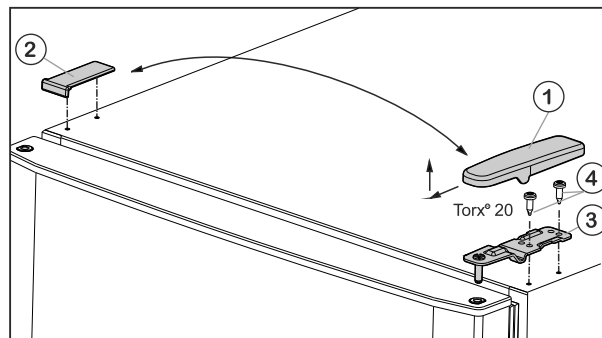

Fig. 5
- ▶ Kryt Fig. 5 (1) stáhněte dopředu a nahoru.
- ▶ Kryt Fig. 5 (2) zvedněte.
- ▶ Horní stojan ložiska Fig. 5 (3) odšroubujte (2 krát Torx® 20) Fig. 5 (4) a stáhněte nahoru.
- ▶ Horní dvířka usadte na prostředním ložiskovém čepu (13).
- ▶ Horní stojan ložiska Fig. 5 (3) vložte na nové straně závěsu do dvířek.
- ▶ Horní stojan ložiska **pevně přišroubujte (4 Nm)** (2krát Torx® 20) Fig. 5 (4). Popřípadě použijte akumulátorový šroubovák.
- ▶ Kryt Fig. 5 (1) na opačné straně zvenčí nasadte a nechte zaklapnout.
- ▶ Kryt Fig. 5 (2) vždy na opačné straně shora nasadte a nechte zaklapnout.